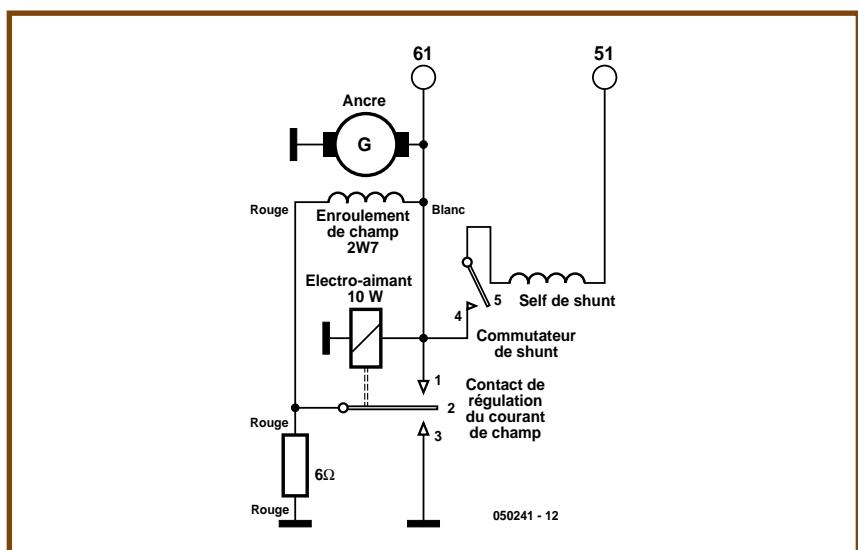

Figure 1. Schéma de la génératrice à régulateur mécanique.
La figure 1 vous montre le schéma de câblage d'origine de la génératrice avec son régulateur mécanique incorporé et voici comment cela fonctionne. Au repos, l'interrupteur de courant de retour (contacts 4/5) est ouvert et le point milieu (2) du contact du régulateur (1/3) de courant de magnétisation touche la borne 1 (la masse). Si la